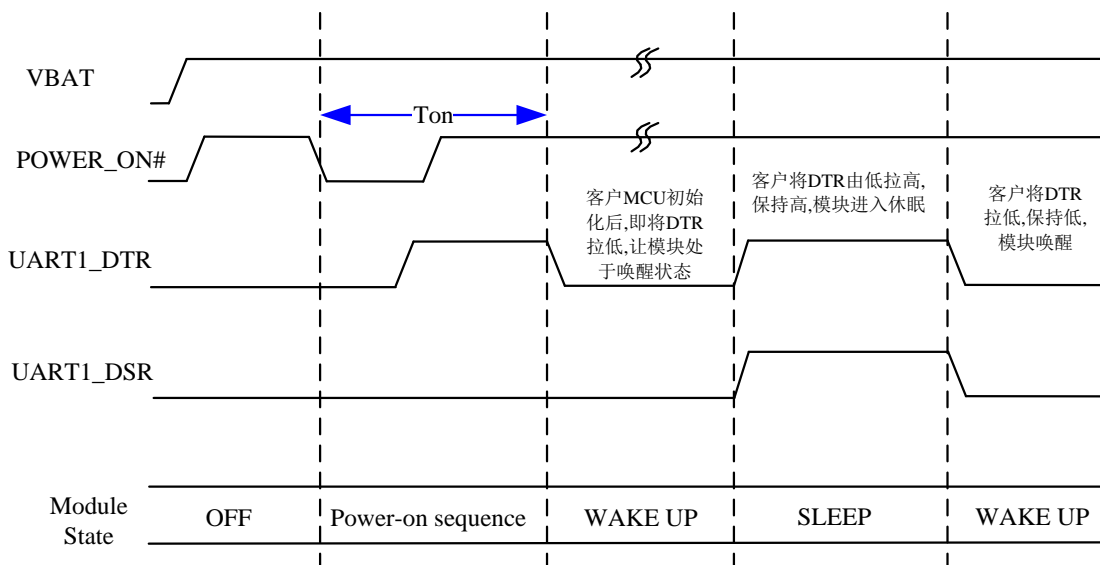

图 10：休眠和唤醒控制过程示意图
- 3) C1100C 开机后默认内部是拉高，如果用户使用 MCU 控制 C1100C，建议用户在做 MCU 的开机初始化时先将 C1100C 的 UART1_DTR 管脚拉低，使得 C1100C 处于唤醒状态，需要触发 C1100C 休眠时再将 UART1_DTR 拉高。详细时序参考图 10。